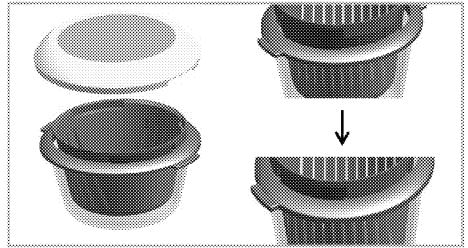

Figura 2: posizione filtro
6. Dopo aver estratto il formaggio dal forno, a seconda della ricetta, inserire la linguetta del filtro nella parte incassata del colletto del contenitore di vetro e mettere il filtro nella posizione di filtraggio (Figura 2).